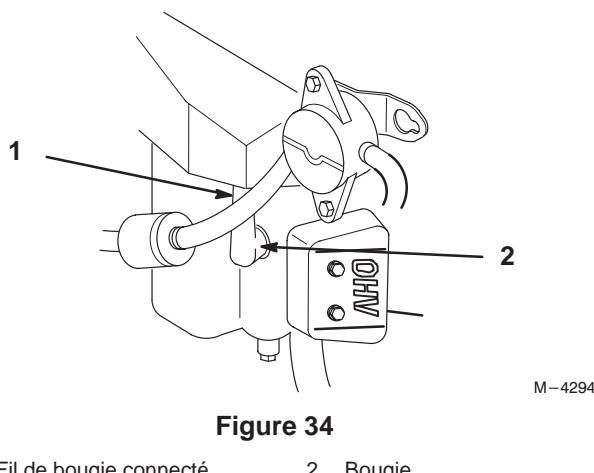

Figure 34
2. Débrancher le(s) fil(s) de la(des) bougie(s) (Fig. 34). Nettoyer tout autour des bougies pour ne pas introduire dans le moteur de la saleté qui risque de l'endommager.
3. Reconnecter les fils des bougies (Fig. 34).